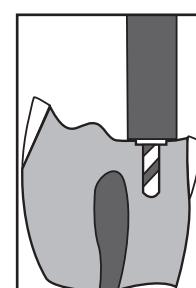
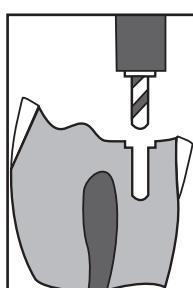

Figure 5
Figure 6
- Complete a perfuração do canal até à profundidade máxima (o rebordo colorido funciona como um travão) (Fig. 5). A Broca Limitadora de Profundidade MAX cria automaticamente o rebordo correcto para o ombro de apoio MAX (Fig. 6).